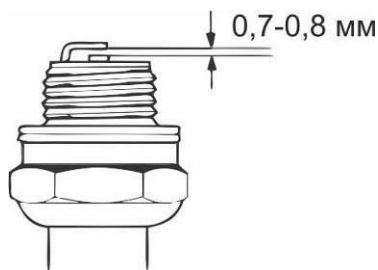

Рис. 38. Свеча зажигания.
4. Измерьте зазор между электродами свечи зажигания специальным щупом. Зазор должен быть 0,7-0,8 мм. (Рис. 38) При увеличении, или уменьшении требуемого зазора, рекомендуется заменить свечу, т.к. регулировка зазора может привести к изменению качества искрообразования.